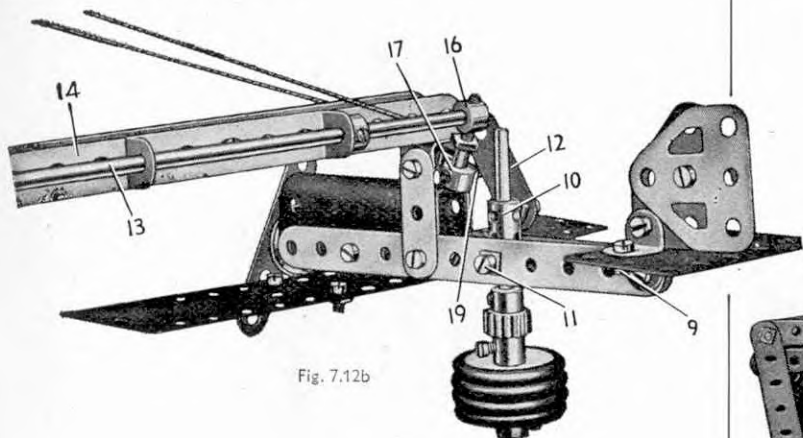

Fig. 7.12b
Le fuselage de l'avion est constitué par une bande de 11 trous boulonnée de chaque côté d'un manchon et d'une plaque cintrée en U. Les bandes de 11 trous sont réunies à l'arrière par un boulon de 9,5 mm, 9 (Fig. 7.12b). La queue de l'avion est une plaque flexible de 6 x 4 qui est fixée sur des équerres tenues par le boulon 9. Deux embases triangulaires plates boulonnées ensemble figurent le gouvernail de direction, et sont aussi fixées sur les équerres qui tiennent la queue de l'avion. Les ailes sont formées par deux plaques flexibles de 14 x 4 qui se recouvrent sur 5 trous et qui sont boulonnées au manchon.
La Fig. 7.12b montre le mécanisme du lâchage de la bombe. Cette dernière est constituée par deux poulies de 25 mm., deux poulies folles de même diamètre, et un pignon de 19 dents bloqués sur une tringle de 9 cm. Cette tringle passe dans un accouplement pour tringles 10. Cet accouplement est fixé au fuselage par deux boulons de 9.5 mm., dont l'un apparaît en 11. Ces boulons sont munis d'écrous et vissés dans les trous filetés de l'accouplement. Les écrous sont alors serrés pour tenir l'accouplement en place.
Une bande de trois trous 12 est tenue par un écrou sur un boulon de 9.5 mm. Ce boulon est vissé dans l'accouplement 9 de telle sorte que quand la bande 12 est dans la position montrée par la Figure 7.12b, le boulon de 9.5 mm. maintient la bombe dans l'accouplement. Quand la bande 12 est poussée vers la queue de l'avion, la bombe tombe.
Une tringle de 29 cm. (13) (Fig. 7.12b), passe dans deux bandes coudées de 60x12 boulonnées à la cornière de 25 trous 14. Cette tringle 13 est munie à une extrémité d'un bras de manivelle 15 monté de telle sorte qu'il vient en contact avec la bande 8 quand les bras tournent. Une bague d'arrêt 16 munie d'une cheville filetée et d'une seconde bague 17 est fixée à l'autre extrémité de la tringle 13. Un boulon 19 est vissé dans la bague 17 de façon à être en contact avec la bande 12.